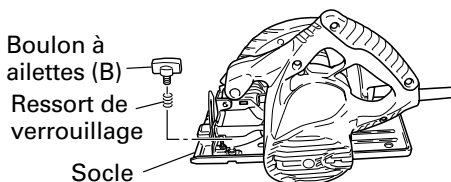

Fig. 12
3. Réglage du guide (garde de refente) (Fig. 12, 13) Accessoire en option